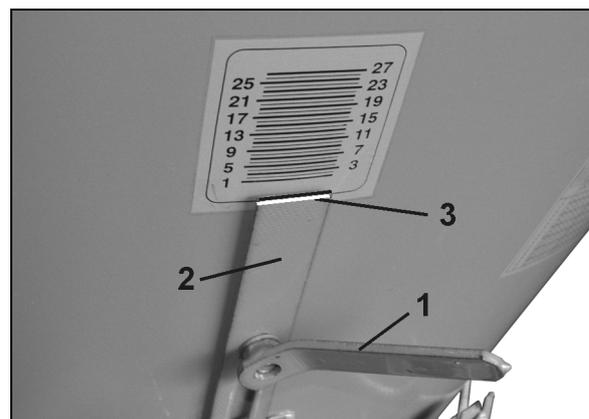

Fig. 23
1. Verstellhebel (Fig. 23/1) lösen.
2. Schieberanschlag (Fig. 23/2) so einstellen, dass die Ablesekante (Fig. 23/3) auf den gewünschten Wert der Skala steht.